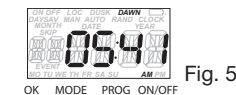

Fig. 5
16. Tourner le bouton pour régler l'heure de l'aube (Fig. 5) le cas échéant et appuyer sur **OK**.